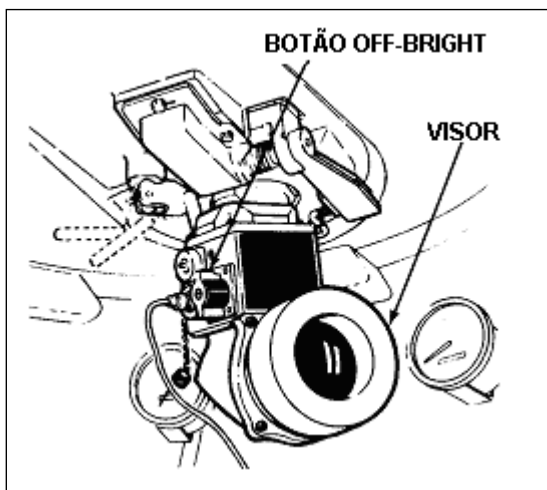

Fig 3-26. Periscópio de visão noturna instalado
(2) Utilizando a bateria (Fig 3-26 e 3-27)
(d) Com o periscópio instalado e sem ser usado, girar o botão OFF-BRIGHT para a posição desligado. Desligar o interruptor de visão noturna (mostrado na Fig 3-26)(OFF) se a energia do veículo estiver sendo usada.
- (1) Se a energia do CC estiver sendo usada, desligar o interruptor de visão noturna (Fig 3-26).
- (2) Girar o botão OFF-BRIGHT para desligado (OFF).
- (3) Desconectar o cabo de força do conector e conectar no conector de descanso.
- (4) Instalar o protetor do conector.
- (5) Se a bateria foi usada, desparafusar a tampa do alojamento da bateria e remover a bateria
- (6) Instalar a tampa da bateria.
- (7) Girar o visor para frente.